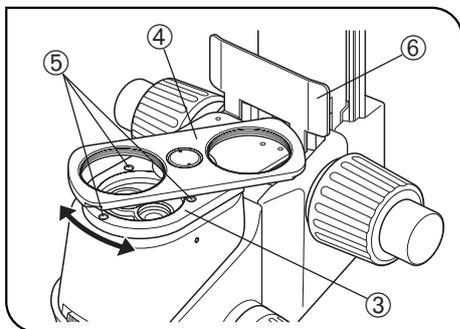

Fig. 28
4. Coloque o suporte do revólver do porta-objectivas ③ (com os suportes ④ virados para cima) no lugar do suporte da objectiva, alinhando os orifícios roscados.
Com a chave Allen (para parafusos M3), aperte o suporte do revólver porta-objectivas com os três parafusos de aperto fornecidos (M3, 6 mm de comprimento) ⑤. (Fig. 28)
NOTA Como os orifícios roscados podem estar ocultos pelos suportes ④, vá rodando o suporte do porta-objectivas enquanto o aperta. (Fig. 28)
6. Coloque duas objectivas nos respectivos suportes ④ e aparafuse-as. (Fig. 28)